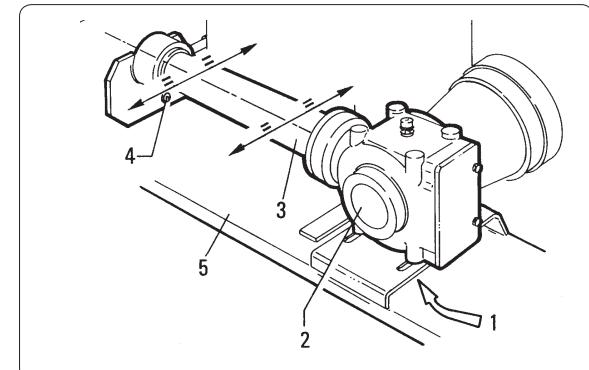

fig. 7.8.2
1- desserrer les vis "1" fig. 7.8.2 de fixation du multiplicateur et la vis "4" de blocage de la rallonge au châssis.
- 1- die Schrauben "1" Abb. 7.8.2 zur Befestigung des Übersetzungsgetriebes und die Schraube "4" zur Blockierung der Verlängerung am Rahmen losdrehen.